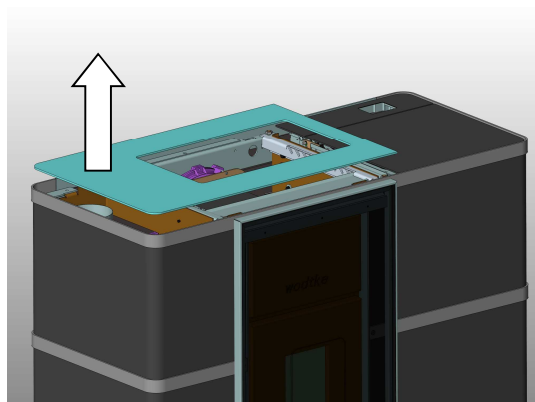

Abb. 8: Entnahme Gerätedeckel
2. Den eingelegten Gerätedeckel nach oben entnehmen (Abb. 8).